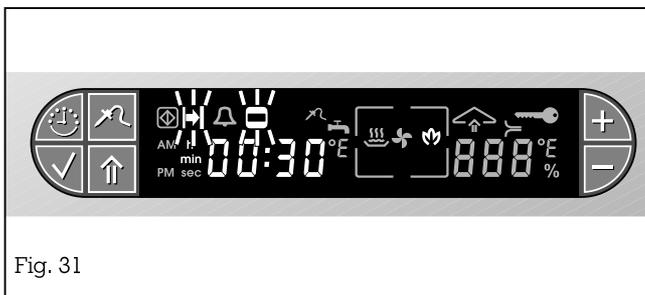

Fig. 31
- Le symbole ♥ (nettoyage) et les symboles ⏪ (durée) et ⏩ (temps de cuisson) clignotent sur l'afficheur (fig. 31).